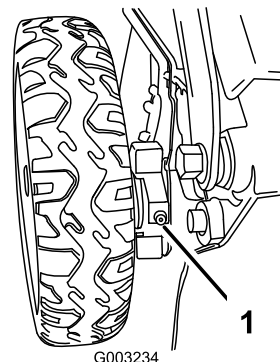

Figure 39
1. Essuyez les graisseurs situés juste à l'intérieur des roues arrière avec un chiffon propre (Figure 39).